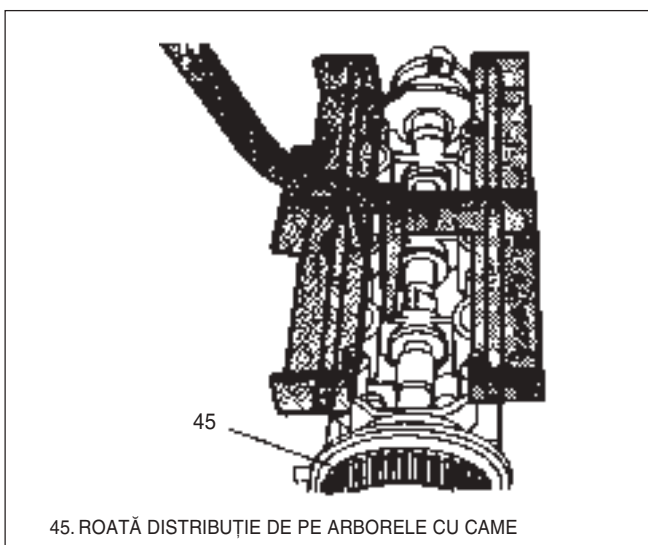

Fig. 18 Comprimare arc supapă
- 3) Se comprimă arcurile supapelor(52, Fig.18).